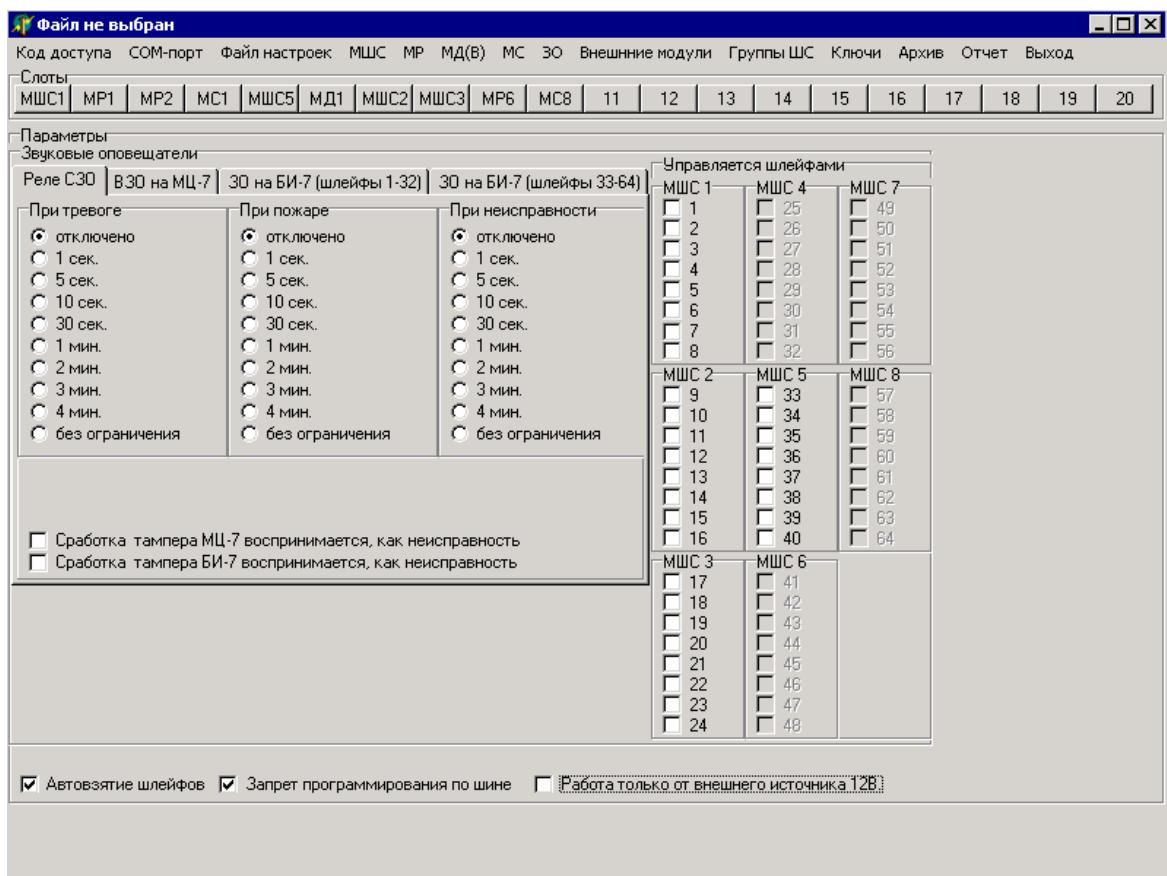

Рис. 12
2.1.4.1 Для программирования режима работы любых звуковых оповещателей прибора (далее по тексту – ЗО) используется команда главного меню «ЗО». В результате выполнения этой команды в основном окне программы появляется панель со списком программируемых параметров режима работы всех ЗО прибора, состоящая из четырех закладок (рисунок 12):
2.1.4.2 При программировании режима работы любого ЗО прибора на панели «Управляемые шлейфами» находится список, состоящий из 64-х ШС. Доступными для программирования в этом списке являются те ШС, которые реально включены в конфигурацию прибора (рисунок 12).